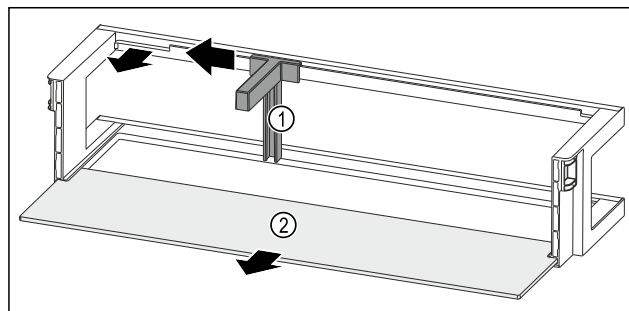

Fig. 120 Balconnet de contre-porte avec porte-bouteilles et tablette de rangement
- Pousser le porte-bouteilles Fig. 120 (1) sur le côté jusqu'à l'évidement.
- Retirer le porte-bouteilles Fig. 120 (1).
- Retirer la tablette de rangement Fig. 120 (2).